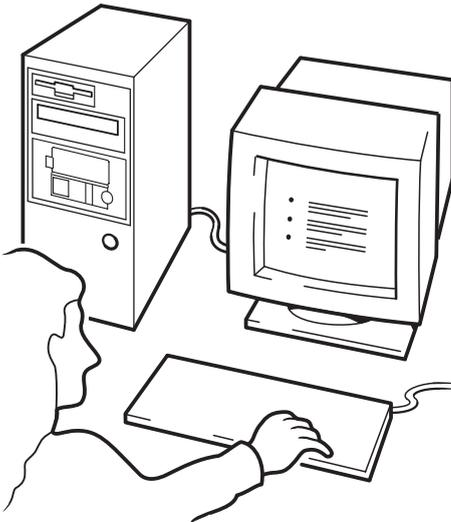

Figura 17c: hp obdr, passo 3
- 3 Siga as instruções na tela para configurar o sistema operacional (veja figura 17c). (Estas variam conforme o software de backup.) Normalmente, você pode aceitar as respostas-padrão para todos os avisos, por exemplo, pressionando sempre <Enter>.